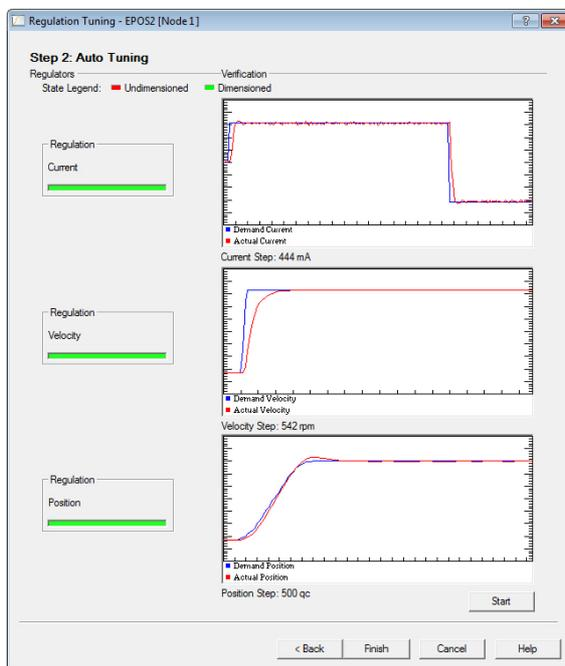

図 3-35 オート・チューニングの終了
- 電流 (current), 回転数 (velocity), 位置制御 (position) の各ゲイン調整が順番に実行されます。正しい制御ゲインが見つかると、3つ全てのステータス・バー緑色に変わりオート・チューニングは終了します。(→ 図 3-35)